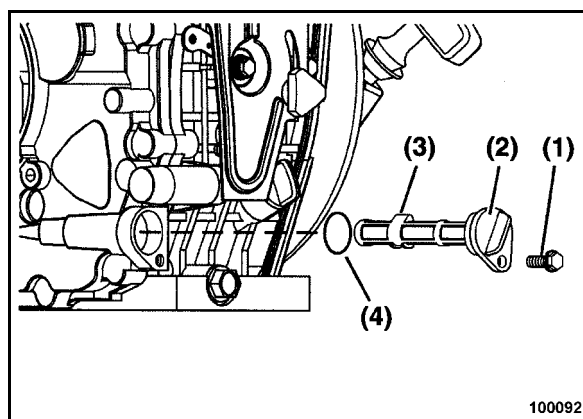

Fig. 59
- Desenroscar el tornillo de fijación (1) (Fig. 59) y retirar la caja del filtro de aceite (2).
- Extraer el elemento filtrante (3).